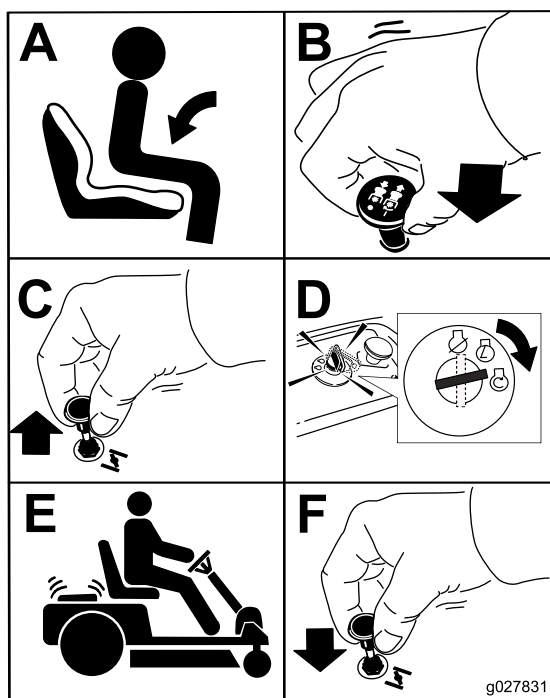

Figure 26
1. Désengagez les lames en plaçant la commande des lames en position DÉSENGAGÉE (Figure 26).